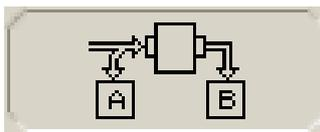

Рисунок 9.1. Панель управления режимом измерения.
9.1 Панель управления режимом измерения служит для выбора режима измерения. Текущий режим измерения изображается на панели в виде пиктограммы (рисунок 9.1). На пиктограмме схематично изображено исследуемое устройство, две измерительные секции «А» и «В», вид сигнала, поступающего на вход каждой измерительной секции (отраженный или выходной сигнал). Для получения корректных результатов измерений важно в программе выбрать режим измерения, соответствующий фактической схеме соединений прибора.